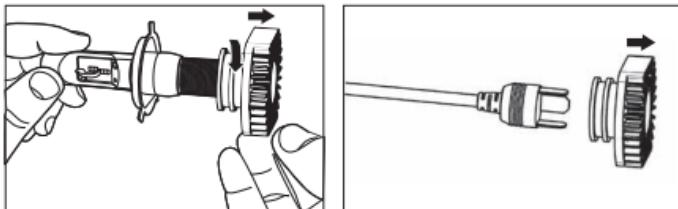

Figura-3
- 5.3 Svitare il dissipatore di calore dal faro LED4 e togliere il dissipatore dal bruciatore e dal connettore come mostrato in Figura 3.